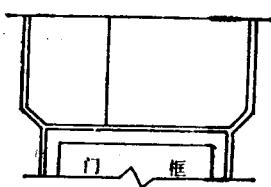
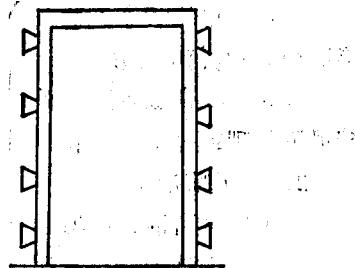
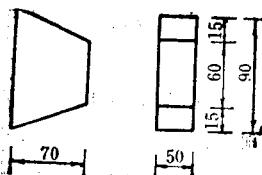

图 3-1-4
图 3-1-5
图 3-1-6
(1) 增强石膏条板的安装可以在打地面之后或之前，一般后者对嵌固有利，但应注意打地面时不得将墙面弄脏，且石膏板下部距地 20cm 高处应做防水处理，即刷两遍107胶。
(2) 安装墙板，特别是大面积墙板，最好用木靠架靠直，找正，保证板面平整。
(3) 腻子。腻子用于石膏之间，石膏板与混凝土构件等的粘结，其配比为：石膏粉 791 胶液 $=1:0.7$ （重量比）。一次调腻子不宜太多，必须在 20 分钟内用完，否则不宜再用，尤其是不能加水后再用。
(4) 粘结前应将所有粘结面（正面、侧面）用 $1:1$ 水与 791 胶或 107 胶涂刷，进行罩面处理，加固封闭基层，除去尘土、酥皮。
(5) 石膏板应三面满披腻子（除下墙），一人在一侧推挤，一人在下边用宽口撬棍撬起，直到顶板和侧面石膏板缝均粘牢，腻子饱满外冒为止。然后侧推的人用木楔将石膏板两面背紧，将撬棍换下，注意木楔背的不宜过紧，防止石膏板弯曲变形。外冒腻子要及时刮平。
(6) 墙整体安装完毕后，立即用豆石混凝土将下部缝隙（一般 $2\sim4\text{cm}$ ）填实，待混凝土有强度以后，将木楔撤下，同时注意不要在初凝前后碰撞墙板。
(7) 木门框、窗框，均应随墙板同时安装，不要预留洞口，要直接在木框上涂抹 792 胶泥与石膏板挤紧粘牢，门框上部石膏板应有个小八字如图3-1-4，这样不易产生裂缝。
(8) 792 胶泥为灰褐色膏状物，用于粘结时注意封闭，要尽快用完。粘结时基层要坚实，胶层厚度不得大于 3mm ，粘接后不得长期处于潮湿环境。
(9) 钢门框一般应与石膏板同时安装，应预先在门框两侧石膏板处按图3-1-5所示标出木砖位置，木砖形状见图3-1-6，钢门框与石膏板间用 792 胶泥挤严。